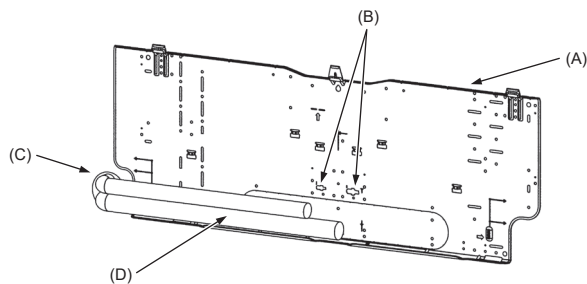

Abb. 3-5
3.3. Wenn Rohre in der Wand verlegt werden (Abb. 3-5)
- (A) Montageplatte (1)
- (B) Bezugsmarkierung für Konusanschluss
- (C) Durchloch
- (D) Leitung vor Ort